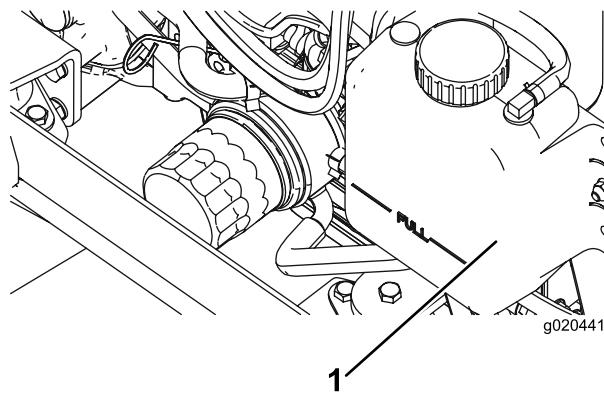

Figure 88
1. Retirez le bouchon du radiateur et le bouchon du vase d'expansion avec précaution (Figure 88).